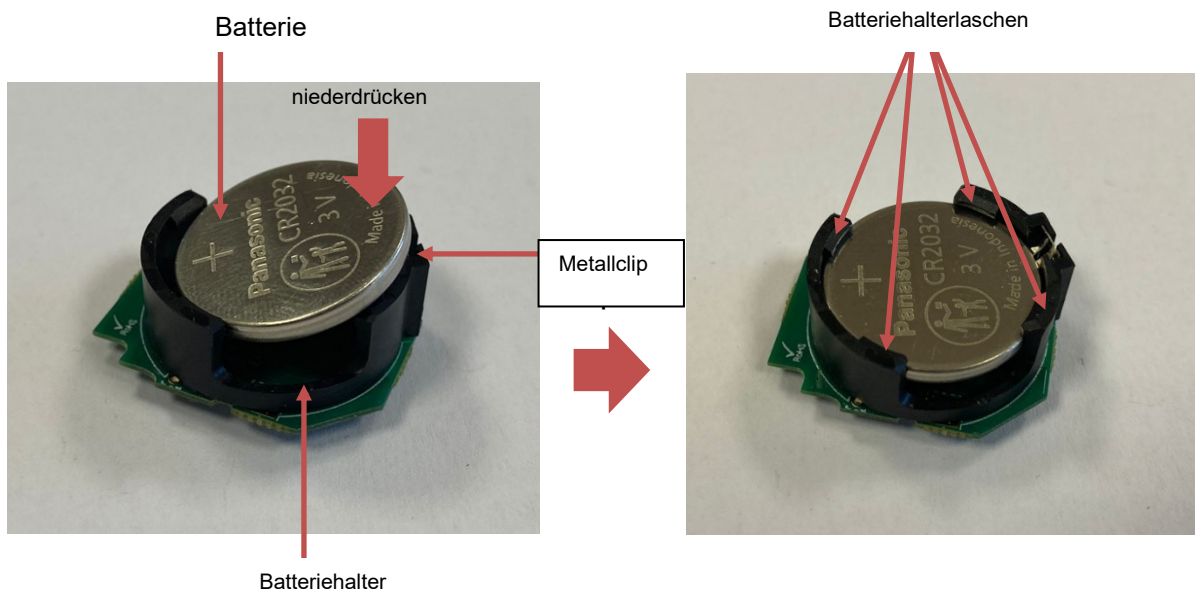

Abb. 4 – Batterieeinbau in den Batteriehalter
1. Achten Sie auf die richtige Polarität der Batterie, legen Sie die Batterie zuerst mit der Seite gegenüber dem Metallclip in den Batteriehalter ein und drücken Sie sie dann vorsichtig nach unten, bis die Batterie sicher unter den Laschen des Batteriehalters einrastet (Abb. 4).